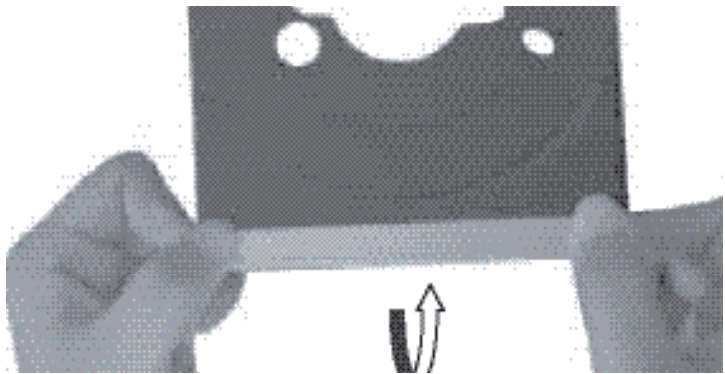

Figura 3
- 2) Coloque o aparelho na posição correta e remova a Tampa da Bandeja como mostra a figura 3, feche a bandeja manualmente empurrando.